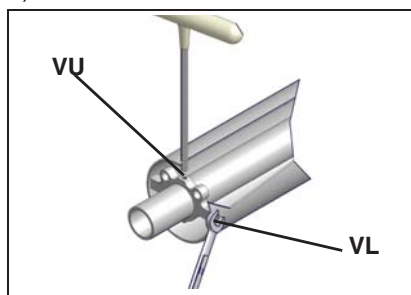

Рис. 29
**ВНИМАНИЕ:** для того, чтобы отрегулировать положение форсунки относительно воздушной трубки (Рис. 29), воздействовать на винт **VU**, после закрепления винта **VL** (Рис.)